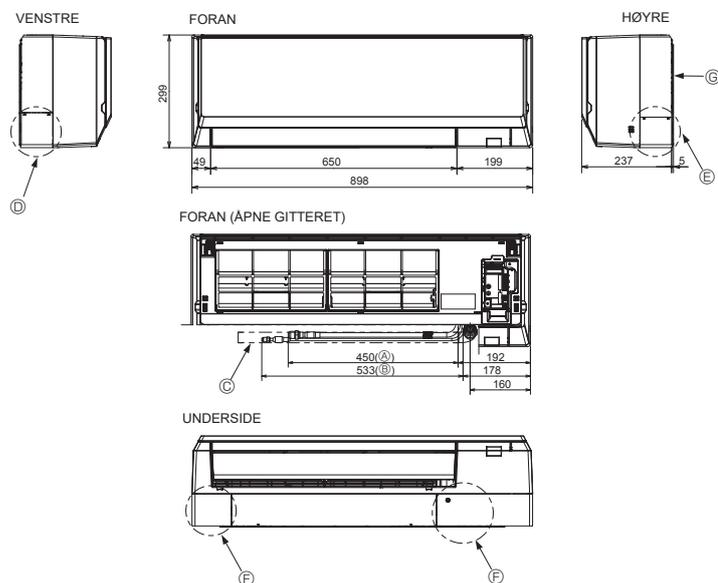

Fig. 4-3
4.3. Plassering av kjølemiddel- og avløpsrør (Fig. 4-3)
- Ⓖ Festebord ①